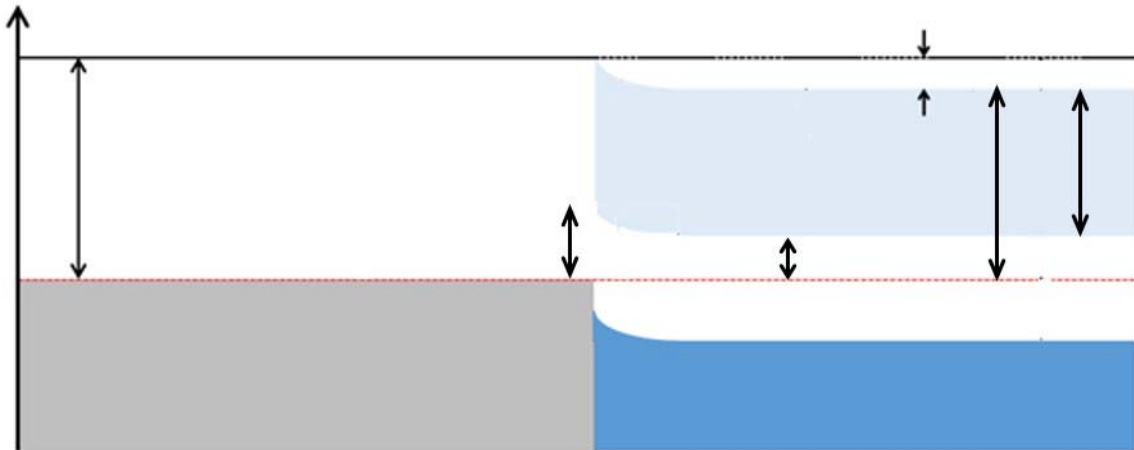

Figure 11.1.
1.1 Compléter le schéma de la figure 11.1 en indiquant les paramètres pertinents. Quelle est la nature du contact ainsi réalisé ?